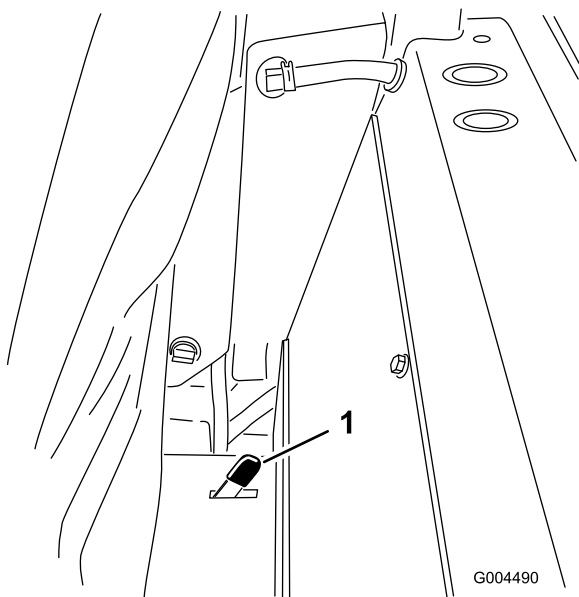

図 37
2. 運転席の後ろ側と両側とに配置されている座席固定ラッチの一つを後ろに倒すと、運転席全体を前に倒せるようになる(図 37)。